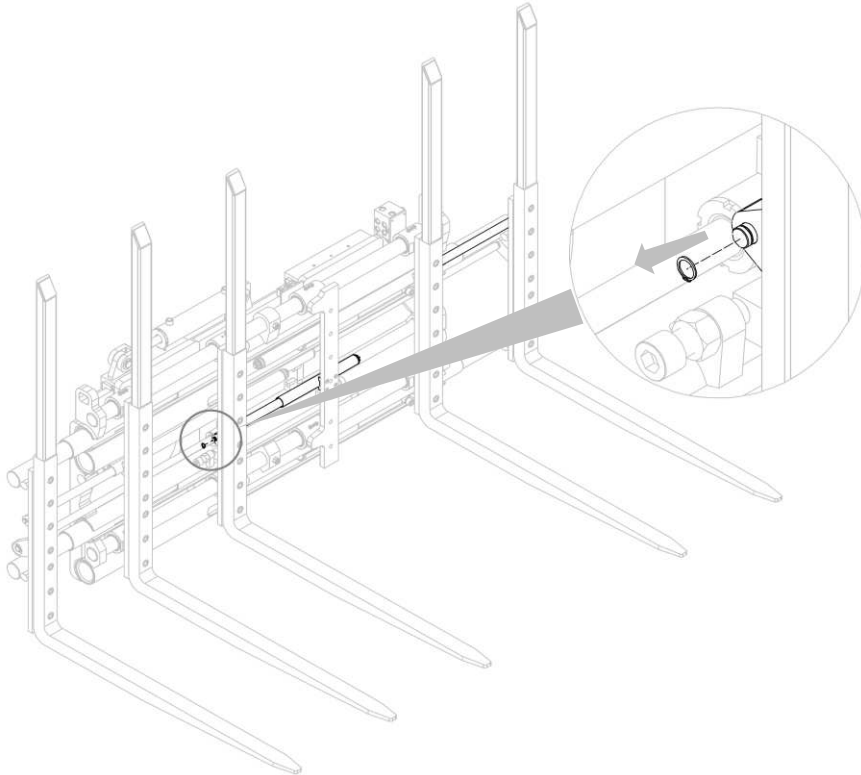

Figura 20
4. Retire el anillo elástico que bloquea un extremo del muelle (mira *Figura 20*).